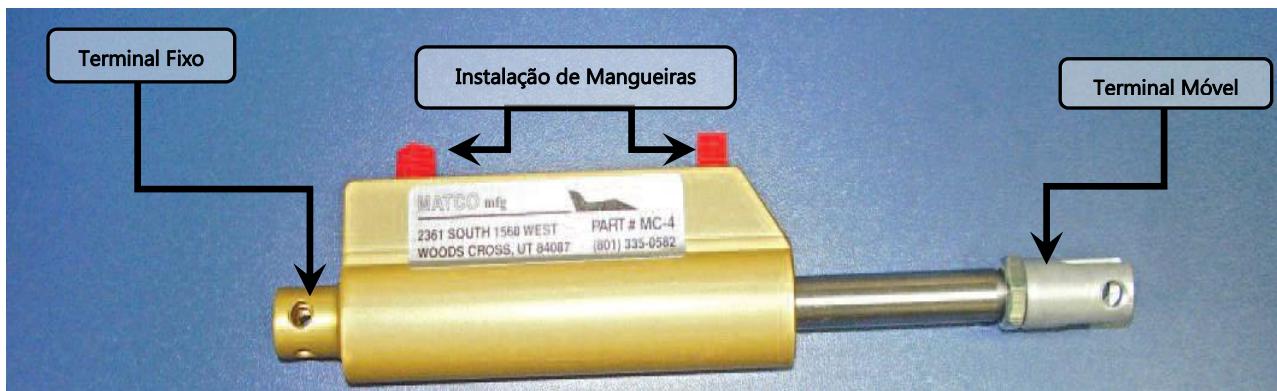
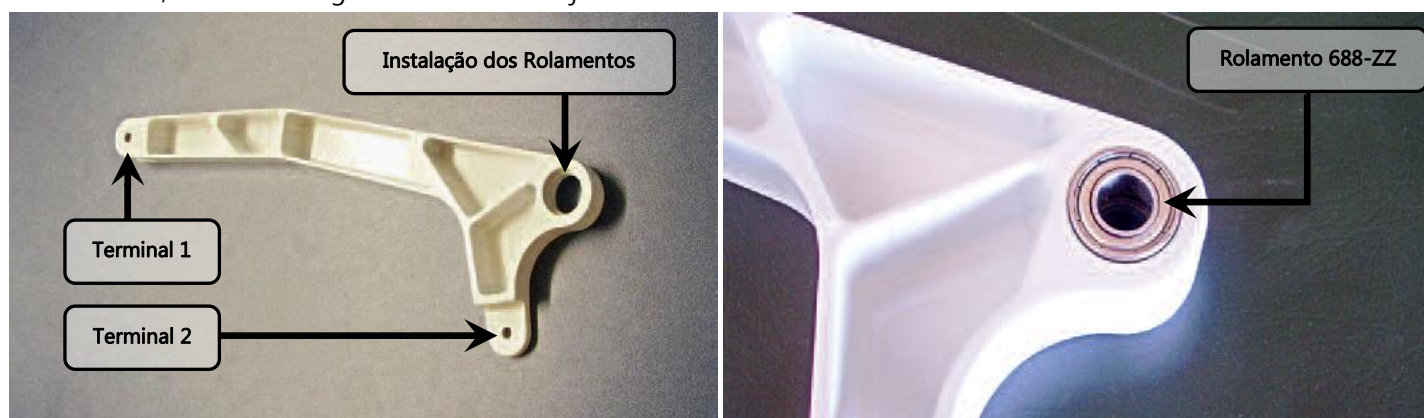
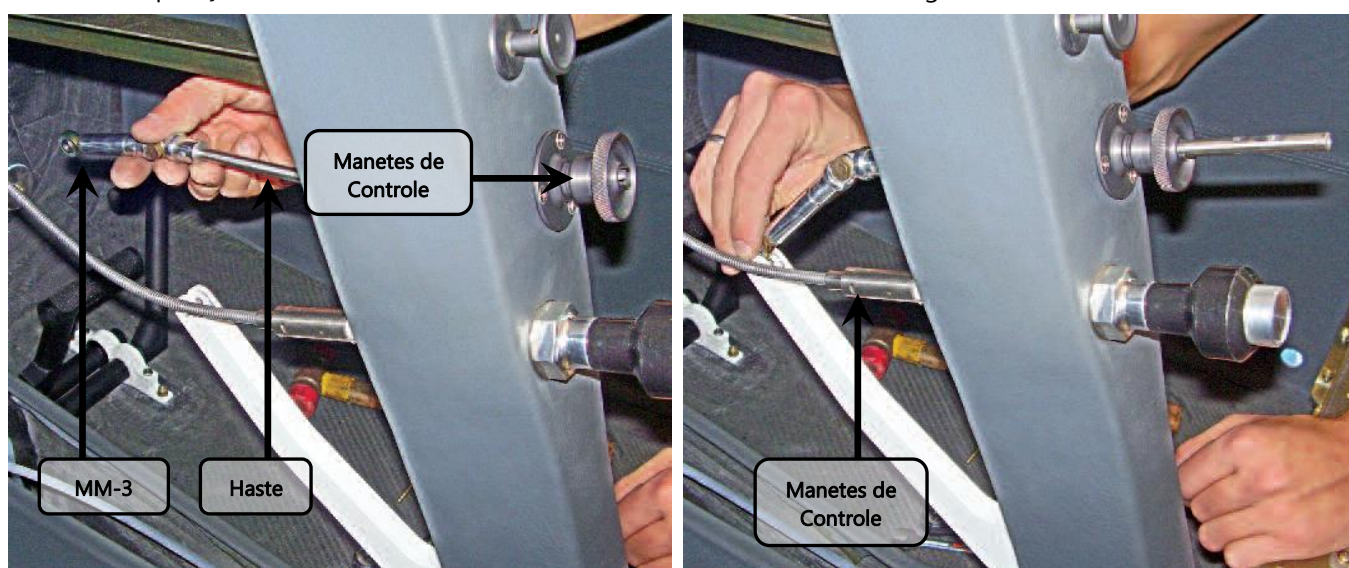

Figura 32.40.53 – Atuador hidráulico do freio MC-4.
Figura 32.40.56 – Alavanca do freio e rolamento.
Figura 32.40.71 – Encaixe da haste de comando de freio.
Neste capítulo são descritos os procedimentos de inspeção, remoção e instalação do sistema de freios interno do Quasar Lite. Este sistema é composto principalmente pelo Puxador de Freio AA-32-40-400-33 (figura 32.40.53) e pelo atuador hidráulico AA-32-40-400-28 (figura 32.40.56).
3. Instalar dois rolamentos 688-ZZ em ambos os lados do Guinhol da Alavanca de Freio AA-32-40-400-44, conforme a figura 32.40.56. Este ajuste é interferente.
10. Instalar os espaçadores AA-32-40-400-26 e AA-32-40-400-27 e o parafuso passante AN3-25A, conforme figura 32.40.63 e figura 32.40.64, que deve atravessar o terminal fixo do atuador hidráulico, mostrado na figura 32.40.53.
Atenção: Observar que os espaçadores, mostrados na figura 32.40.53, são diferentes e devem ser instalados na posição indicada pela figura, que é mostrada do ponto de vista do piloto, espaçador AA-32-40-400-26 para o lado esquerdo e o AA-32-40-400-27 para o lado direito.
16. Instalar a trava e o conjunto de Manetes de comando conforme figura 32.40.71. Atenção para a disposição da rotula MM-3 no terminal 1 da alavanca, ver também figura 32.40.56.